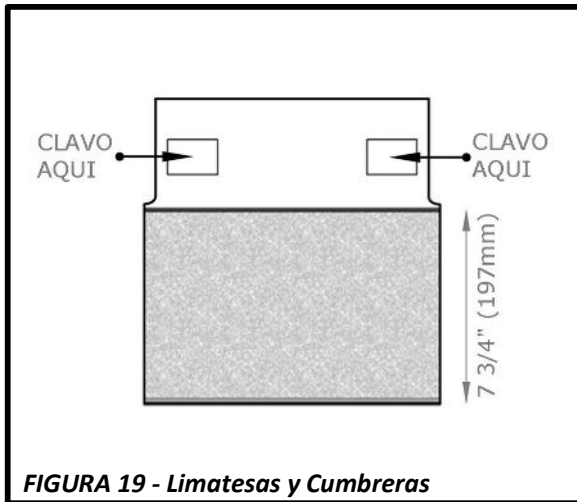

FIGURA 19 - Limatesas y Cumbreras
- Fijelas usando dos sujetadores de **1 3/4" (44mm)**. Clavos deben penetrar la plataforma de techo por lo menos **3/4" (19mm)** o **1/8" (3,2 mm)** a través de la plataforma de techo. Instélaslas a **1" (25 mm)** de la orilla de la teja en zona indicada como mostrado en la **Figura 19**.